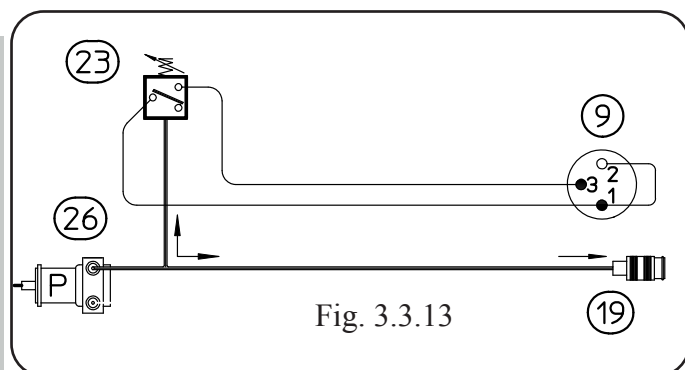

Fig. 3.3.13
All'accensione del generatore, la scheda pannello (47) verifica se il gruppo di raffreddamento è collegato, tramite il segnale fornito dal ponticello sui terminali 1 e 2 del connettore (9) sul gruppo di raffreddamento (Fig. 3.3.13).
- Terminali dei ventilatori (2) su gruppo di raffreddamento, tensione = 220 Vac, con gruppo di raffreddamento abilitato.
- Scollegare temporaneamente, con generatore spento, i fili dei ventilatori (2) dalla morsettiera e verificare resistenza fra i terminali dei ventilatori (2) (avvolgimento dei ventilatori (2)). Valore corretto = 750 ohm circa.
TEST PRESSOSTATO (23) (Fig. 3.3.13 e Mappa connettori par. 5.6).
- Scheda potenza (56), connettore J5, terminali 1(+) - 4(-) = 0 Vdc, con pompa (26) in funzione (contatto pressostato chiuso = pressione idonea); +24 Vdc, con generatore acceso e pompa (26) ferma (contatto pressostato aperto = pressione insufficiente).